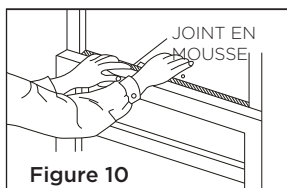

Figure 10
D. Coupez de la mousse d'étanchéité pour châssis de fenêtre et 'insérez la dans l'espace entre le châssis supérieur et inférieur (Figure 10).